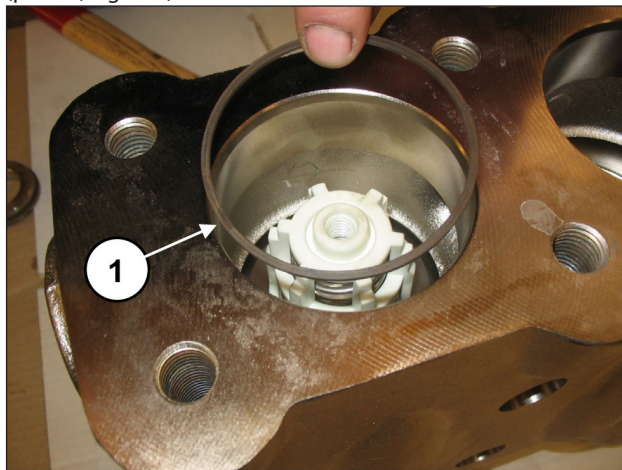

Fig. 120
Introducir la anilla anti extrusión, pos. dibujo desglosado 18 (pos. ①, Fig. 120).